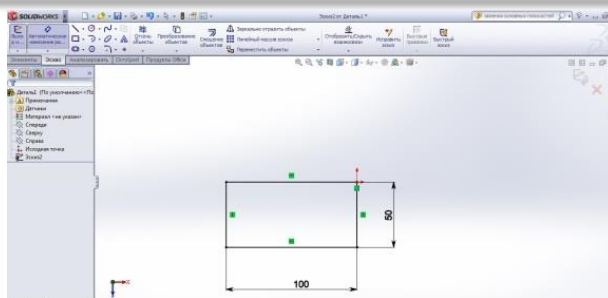

Рис. 3.2
3. Вибираємо площину ескіза для створення першої бобишки. Це - **Площина зверху** (рис. 3.2).
4. Далі командою **Прямокутник** із базової точки, наближено, будуюмо прямокутник і командою **Автоматичне нанесення розмірів** наносимо потрібні розміри на ескіз (рис. 3.2), що робить його повністю визначеним.